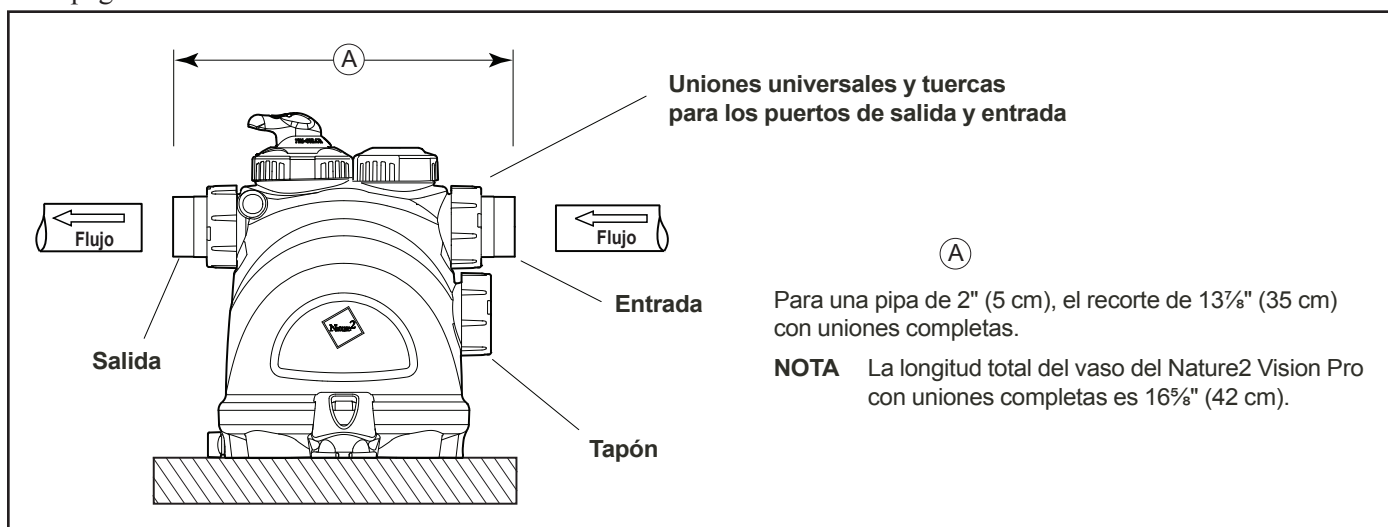

Figura 4. Recorte de pipa
4. Recorte 13 7/8" (35 cm) de la sección de la 2" (o de 5 cm) la cañería para insertar el vaso (ver figura 4).